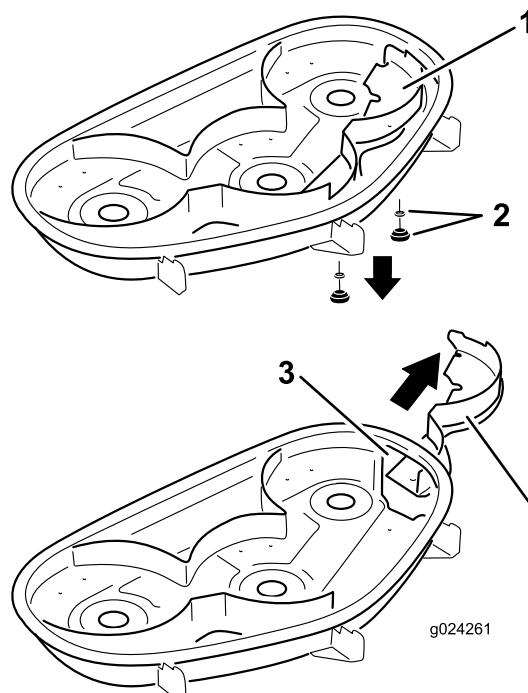

Figura 33
5. Retire el deflector derecho y baje el deflector de hierba sobre el orificio de descarga, según se muestra en Figura 32 y Figura 33.
5. Coloque el deflector derecho debajo de la carcasa de corte y fíjelo usando 2 pernos y las arandelas curvas (cara ahuecada hacia el cortacésped) según se muestra en Figura 32 y Figura 33.